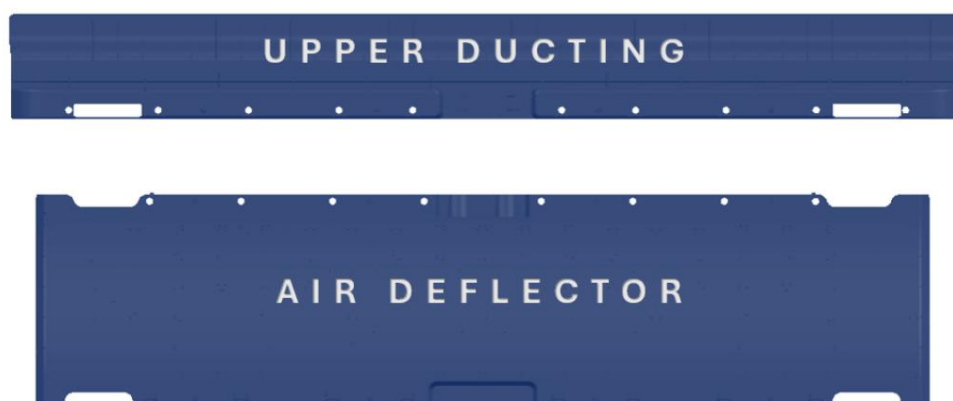

Figure 13 : Nouvelles gaines supérieures et nouvelles pièces de déflecteur d'air de l'AGS supérieur.
19. Prenez le conduit supérieur SC46-202W02-BB et le déflecteur d'air SC46-8310-AB fournis dans le kit KTSC46-8310-AA pour les utiliser. (Figure 13)